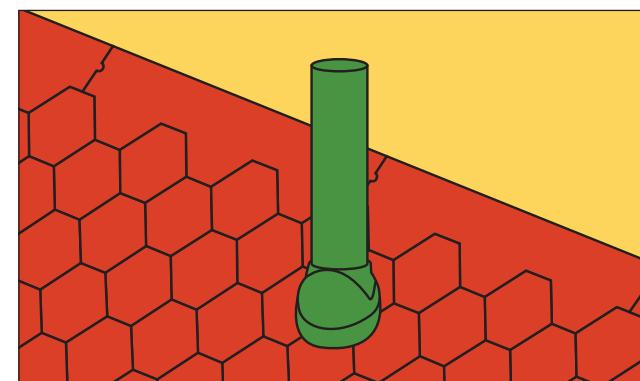

Рис. 23
- на установленный фланец монтируют необходимый элемент вентилятора, который крепят саморезами к верхней части фланца (рис. 23). Вертикальность трубы проверяется уровнем.